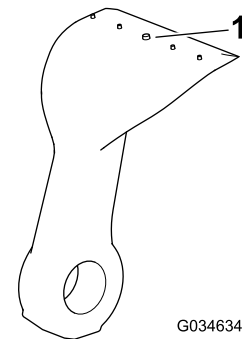

Figura 76
- Inspeccione cada cuchilla en busca de desgaste excesivo usando la línea de desgaste (Figura 76). Si una cuchilla está desgastada hasta la línea de desgaste, cambie la cuchilla.